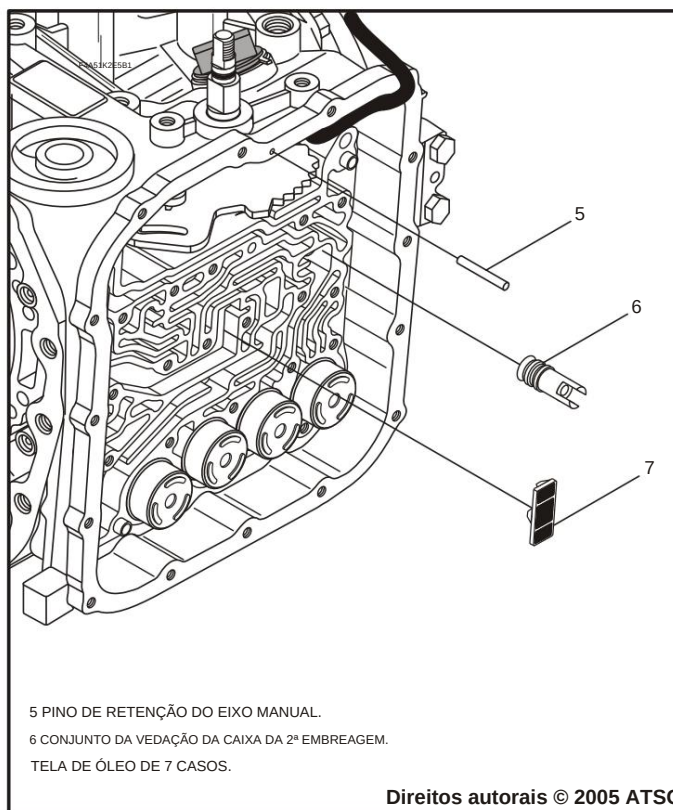

Figura 31
11. Remova o pino de retenção do eixo manual do trilho panorâmico, conforme mostrado na Figura 31.
12. Remova e descarte a vedação da caixa da 2ª embreagem, conforme mostrado na Figura 31.
13. Remova a tela de óleo da trilha sem-fim da caixa, conforme mostrado na Figura 31.